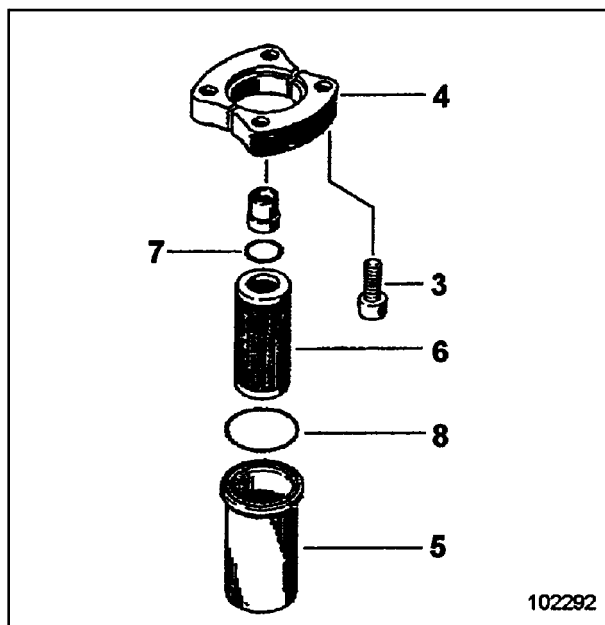

Fig. 18
- Flansch (4, Fig. 18) lösen.
- Filterelement (6) aus dem Filtergehäuse (5) ziehen.
- Neues Filterelement ins Filtergehäuse (5) einsetzen und mit neuen, leicht eingeöltem Dicht-ring (8) an Filterkopf anbauen.
- Neues Filterelement (6, Fig. 18) einbauen und mit einem neuen leicht eingeöltem Dichtring (7) zusammenbauen.